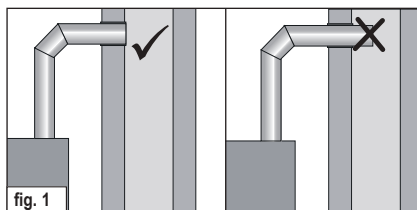

fig. 1
**A l'entrée de la cheminée, le conduit de fumée doit être bien isolé et ne doit pas se prolonger l'intérieur de la cheminée pour ne pas entraver l'évacuation des fumées (fig.1).**